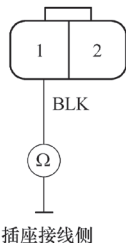

图 5-115 检查冷凝器风扇 2P 插接器的 1 号端子和车身搭铁之间的导通性
11) 如图 5-115 所示, 检查冷凝器风扇 2P 插接器的 1 号端子和车身搭铁之间的导通性。如果导通, 更换冷凝器风扇电动机;